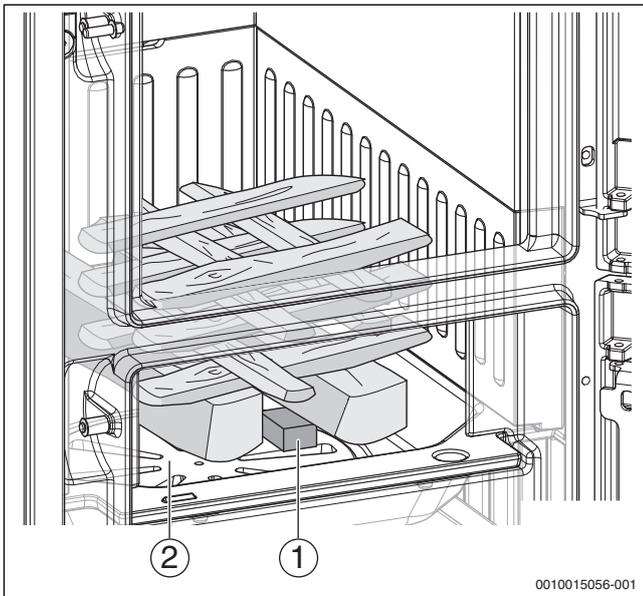

Bild 7 CO-armes Anheizen
- ▶ 2 Feuerwürfel (→ Bild 7, [1]) im vorderen Bereich auf den Feuerraumboden legen.